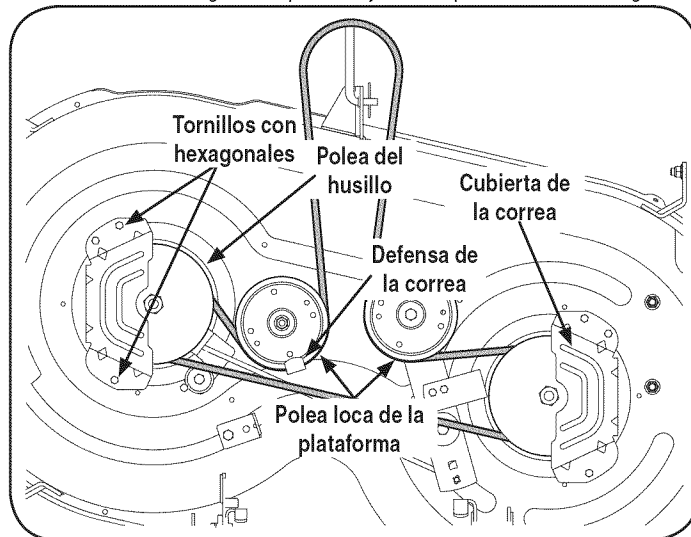

Figura 14
- Extraiga las cubiertas de la correa de los husillos exteriores sacando los tornillos con hexagonales que las sujetan a la plataforma. Vea la Figura 14.
- Retire con cuidado la correa de la plataforma de alrededor de las dos poleas de husillo y de las dos poleas locas de la plataforma. Vea la Figura 14.